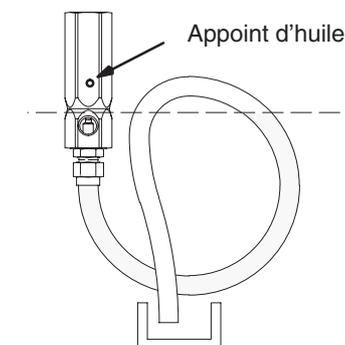

Fig. 1
- Pour les produits qui sèchent en cas d'exposition à l'air, prévoir une boucle supplémentaire dans la conduite de retour et la remplir d'huile compatible pour empêcher son obstruction après le relâchement de la pression. Voir Fig. 1. Ne pas raccorder la conduite de retour au réservoir d'alimentation pour empêcher toute contamination par l'huile. Ajouter également de l'huile compatible dans le chapeau par l'orifice pour empêcher le sous-ensemble pointeau/joint de s'obstruer en cas de fuite de produit.